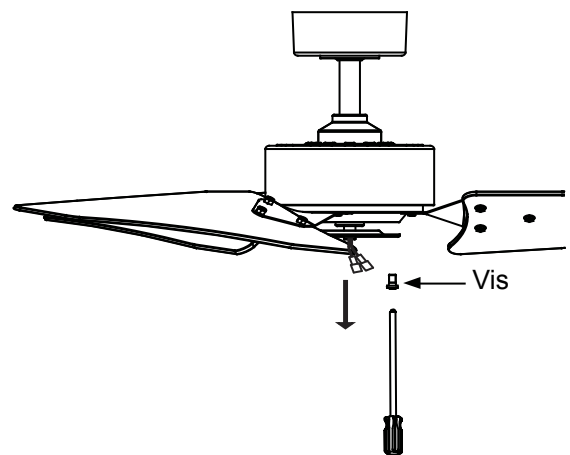

Fig. 18
**Étape 1.** Retirez une vis du support sous le moteur du ventilateur et desserrez mais ne retirez pas les deux autres vis. (Fig. 18)